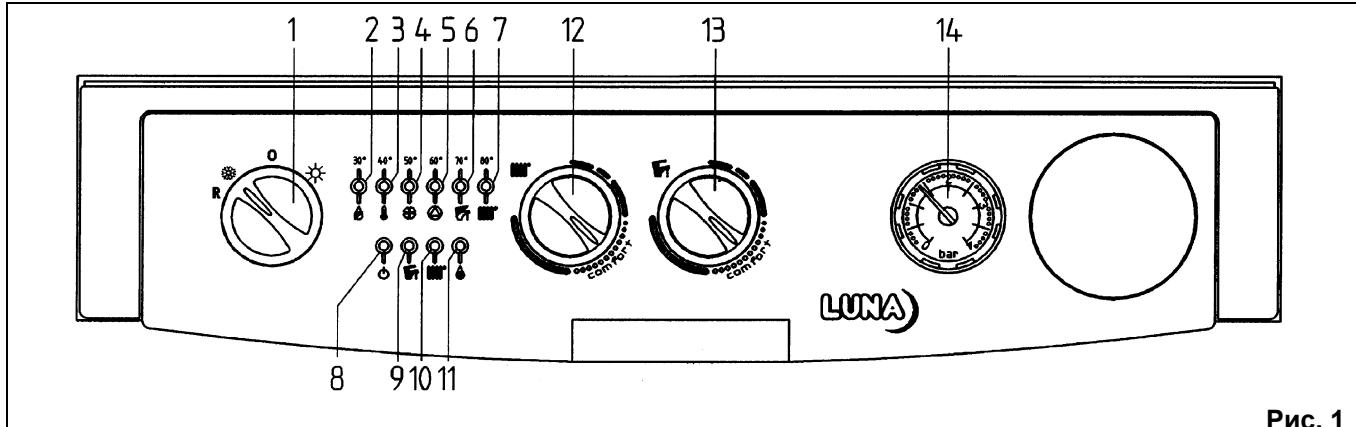

Рис. 1
Для регулировки температуры в комнате, можно использовать комнатный терmostат. Если комнатный терmostат не установлен, температуру в комнате можно регулировать ручкой регулирования температуры воды в системе отопления (позиция 5, рис.1). Чтобы увеличить температуру, поверните ручку по часовой стрелке, а чтобы уменьшить – против часовой стрелки. Электронная модуляция обеспечивает нагрев воды до установленной температуры, изменяя подачу газа к горелке в зависимости от реальной потребности в теплообмене.
- переключатель режимов (рис.1, позиция 1) не установлен в положение (0);